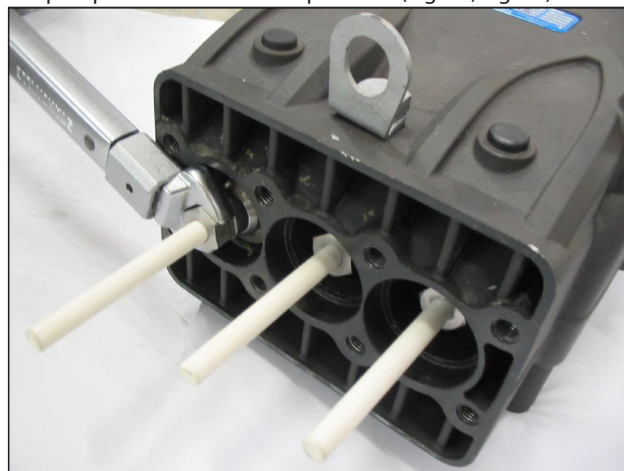
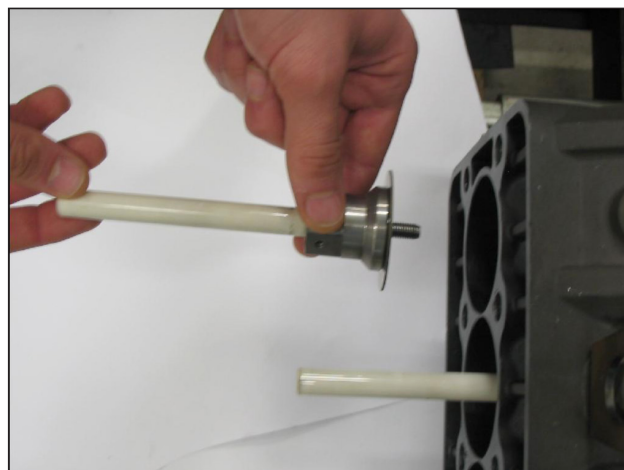

Fig. 28
Fig. 29
- Rimuovere i pompanti con una chiave a forchetta e controllare il loro stato di usura come indicato in Fig. 28 e Fig. 29, sostituirli se necessario.